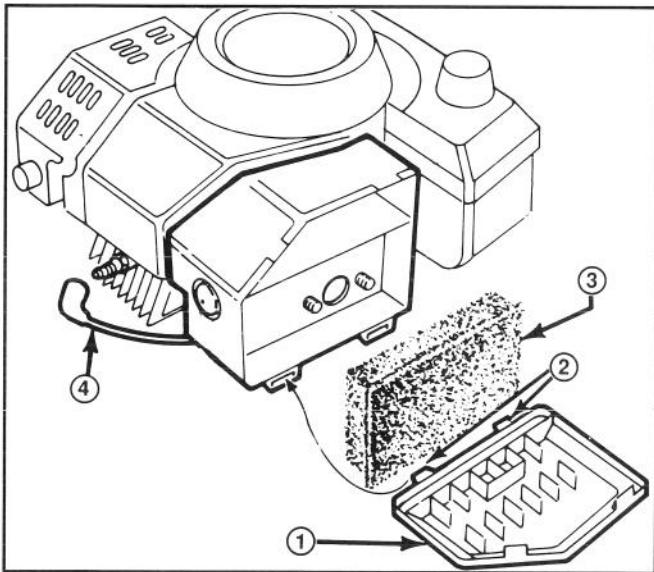

Figure 15
1. Arrêter le moteur et débrancher le fil de bougie (fig. 15).
2. Soulever les languettes du couvercle du filtre à air et faites pivoter de couvercle (fig. 15). et le nettoyer soigneusement.
3. Si l'élément en mousse est engraissé, le retirer du filtre à air (fig. 15) et le nettoyer soigneusement.
1. Arrêter le moteur et le laisser refroidir. Débrancher le fil de bougie (fig. 15).